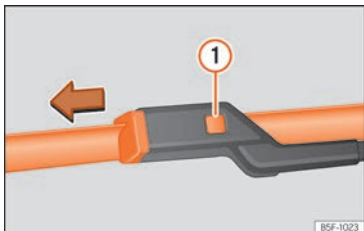

Abb. 84 Scheibenwischerblätter vorne auswechseln.
- Entriegelungstaste »» Abb. 84 ❶ gedrückt halten und gleichzeitig das Scheibenwischerblatt in Pfeilrichtung abziehen.